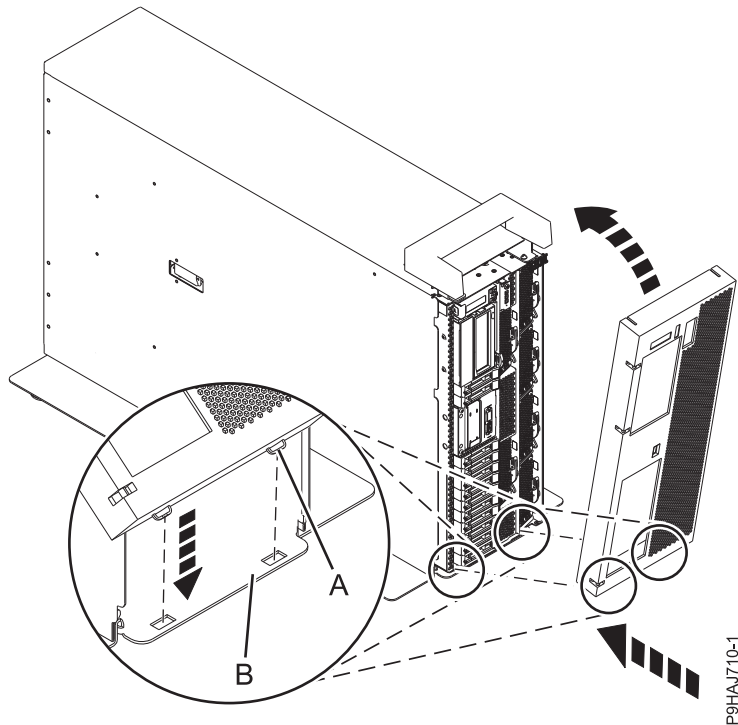

Abbildung 18. Vordere Abdeckung und Klappe installieren
2. Richten Sie die Abdeckung aus, bis die beiden Abdeckungsungen (**A**) in den Steckplätzen auf der Grundplatte (**B**) sitzen (siehe Abb. 18 auf Seite 34).
2. Richten Sie die Abdeckung aus, bis die beiden Abdeckungszungen (**A**) in den Steckplätzen auf der Grundplatte (**B**) sitzen (siehe Abb. 18 auf Seite 34).